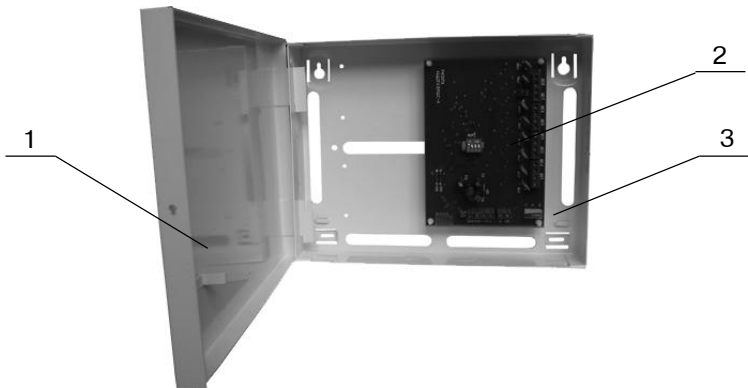

рис. 43 Конструкция БРШС-А
Конструкция БРШС-А приведена на рис. 43. Основными элементами БРШС-А являются крышка (1), печатная плата (2), основание (3).